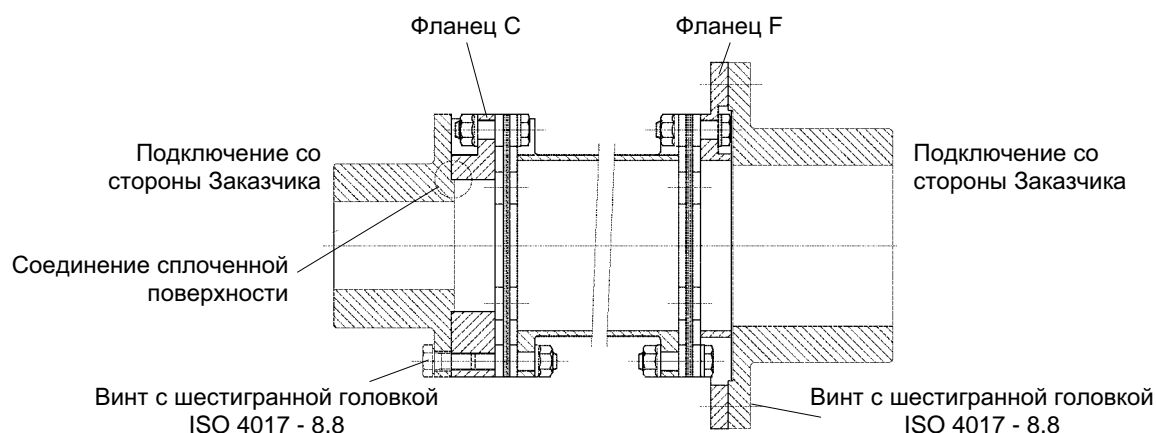
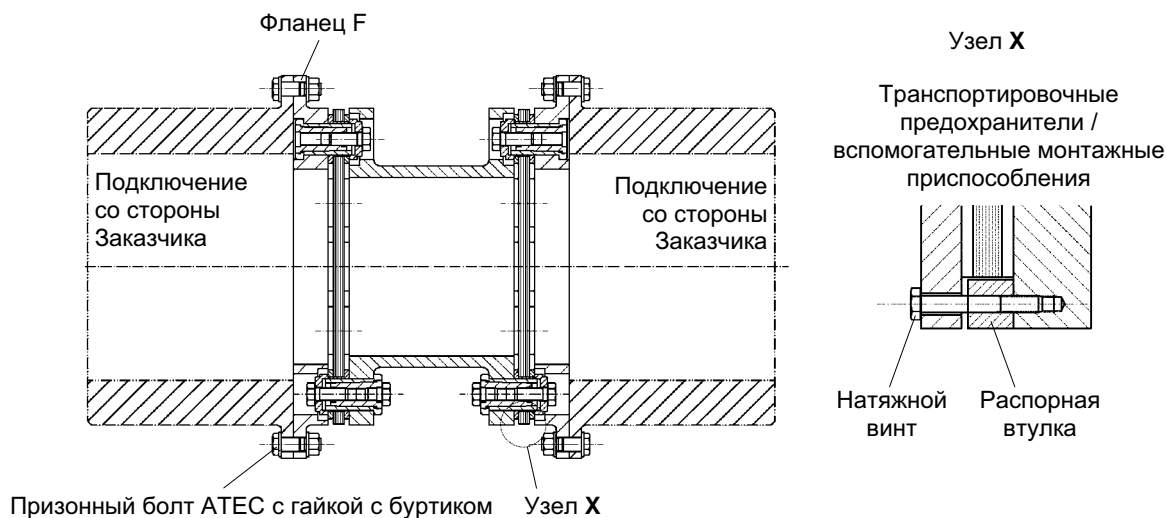

Рис. 6.16: Соединение фланцев С и F (пример ARS)
Рис. 6.17: Соединение фланца F (пример ARC)
- Сплоченные поверхности (Рис. 6.16) или соответственно, посадочные резьбовые отверстия (Рис. 6.17) и опорные поверхности фланцев С-, D- или F проверить на возможные повреждения и в противном случае откорректировать.
С промежуточных узлов с предварительно установленными пакетами дисков, такие пакеты не демонтировать. Пакеты дисков зафиксированы транспортировочными предохранителями (они могут быть использованы в качестве монтажных вспомогательных приспособлений; смотри узел X - Рис. 6.17).
У монтажных серий муфт с предварительно установленными пакетами дисков, перед вводом в эксплуатацию, необходимо обязательно проконтролировать и убедиться в том, чтобы были **сняты абсолютно все транспортировочные предохранители** (смотри узел X - Рис. 6.17).